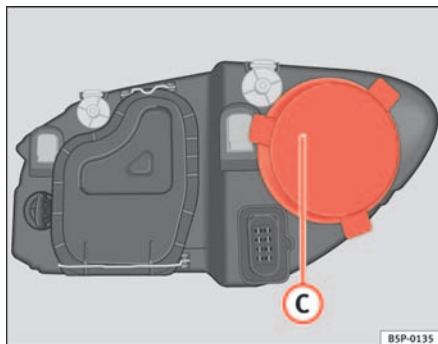

Abb. 159 Fernlicht
- Den Deckel ⇒ Abb. 159 ③ abziehen.